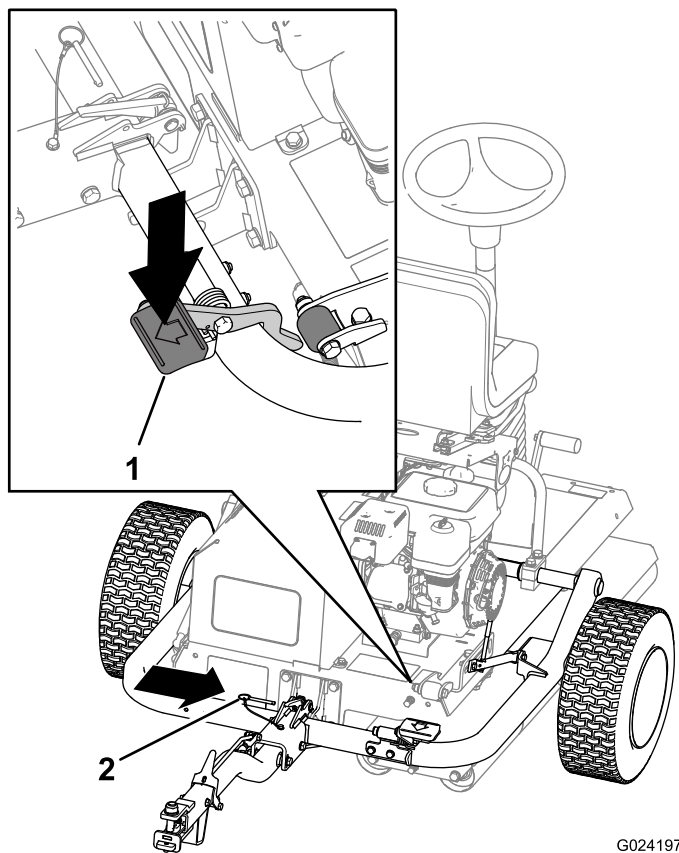

图18
- C. 踩到挂钩踏板上，直到挂钩锁入就位（图18）。
- D. 插入锁定销（图18）。